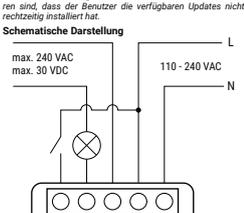

Abb. 1
**EMPFEHLUNG:** Schließen Sie das Gerät mit massiven einadrigen Drähten oder Litzenstrahlen mit Aderendhülsen an. Verbinden Sie den Lastkreis mit den Klemmen L und O. Verbinden Sie die Phase mit der L-Klemme des Geräts und den Neutralleiter mit der N-Klemme, wie in Abb. 1 dargestellt. Verbinden Sie einen Schalter oder einen Taster mit der Klemme SW und der Phase.